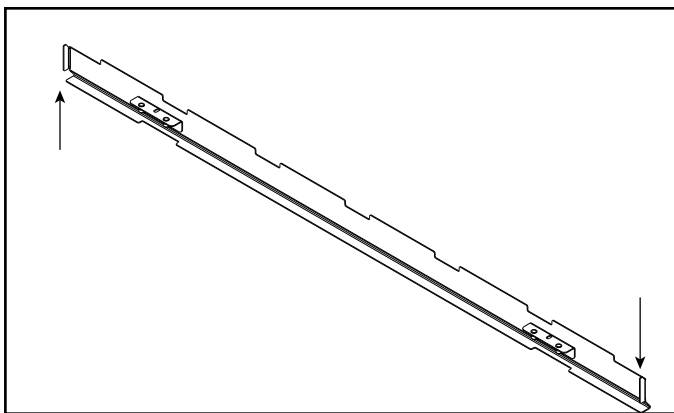

Figure 4.7 Languettes de positionnement de l'assemblage de la barre de retenue de la vitre
- Alignez la barre de maintien de la vitre avec le canal de maintien de l'appareil. Utilisez les languettes de positionnement sur les côtés de la barre de retenue de la vitre pour vous aider à la centrer à gauche et à droite. Voir la figure 4.7.